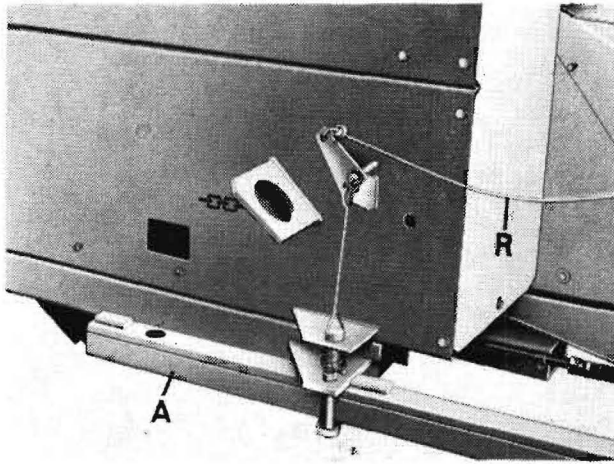

Bild 17
Hierzu ist mittels der Reißleine (R) die Verriegelung der Abstützstrebe (A) der Zugdeichsel zu lösen und durch ruckartiges Vor- und Rückbewegen des Traktors bei gleichzeitigem Einschlag der Lenkräder die Zugdeichsel zu schwenken, bis die Verriegelung wieder einrastet (Bild 17).